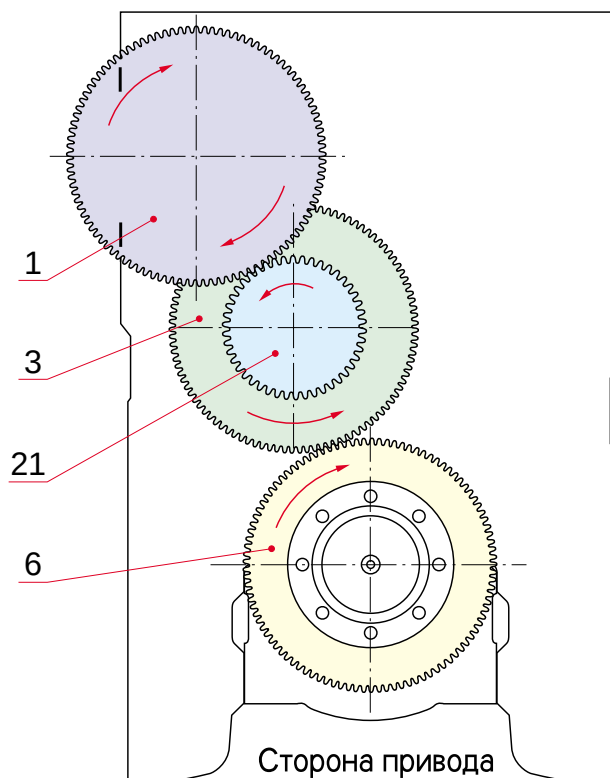

Рис. 13-1
Распределительный вал приводится от коленчатого вала через зубчатую передачу. Привод состоит из зубчатого колеса (6), которое запрессовано в коленчатый вал, и из двух промежуточных шестерней (3 и 21) и из ведущей шестерни распредвала (1), см. рис. 13-1.